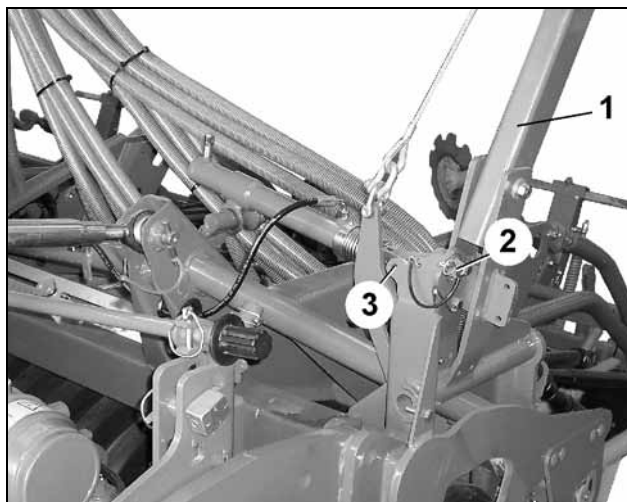

Fig. 112
- Trattenere il braccio del marcasolco (Fig. 112/1) e rimuovere la spina a scatto (Fig. 112/2) necessaria per il trasporto.
- Inserire la spina a scatto nella linguetta (Fig. 112/3) quando non viene utilizzata.
Una volta rimossa la spina a scatto (Fig. 112/2), il braccio del marcasolco si inclina leggermente di lato.